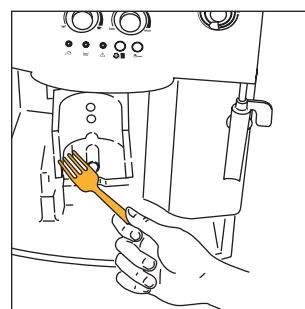

Fig.30
- Rengjør innsiden av maskinen godt. For å fjerne kaffe som har satt seg fast i de indre delene, bruk en gaffel (fig. 30) og støvsug deretter restene med en støvsuger (fig. 31).